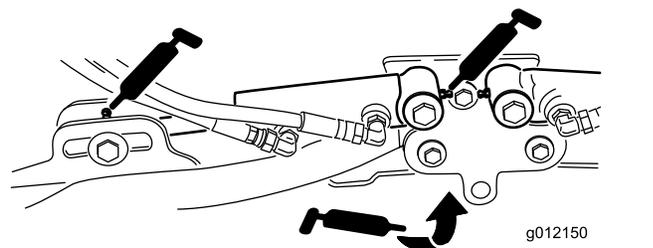

Рисунок 74
- Цилиндры подъемных рычагов режущего блока (по 2 шт.) (Рисунок 74)
- Оси поворота подъемного рычага (по 1 шт.) (Рисунок 74)